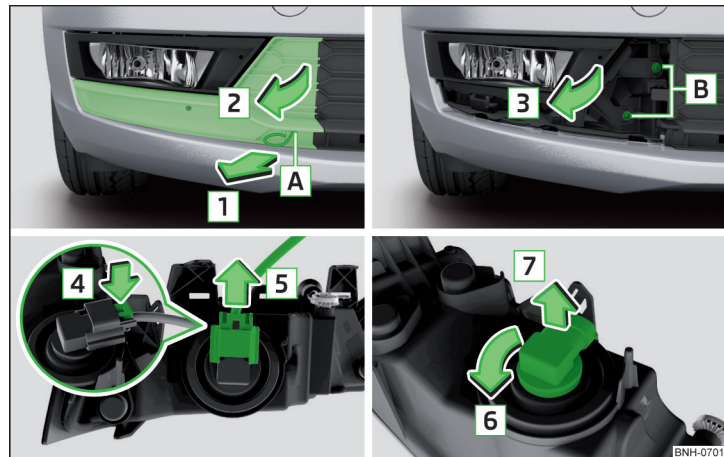

Abb. 275 Nebelscheinwerfer herausnehmen / Glühlampe wechseln
- In die Öffnung **A** » Abb. 275 den Bügel zum Abziehen der Radvollblenden einführen.
- › Den Nebelscheinwerfer entgegen der Pfeilrichtung **3** » Abb. 275 einsetzen und festschrauben.